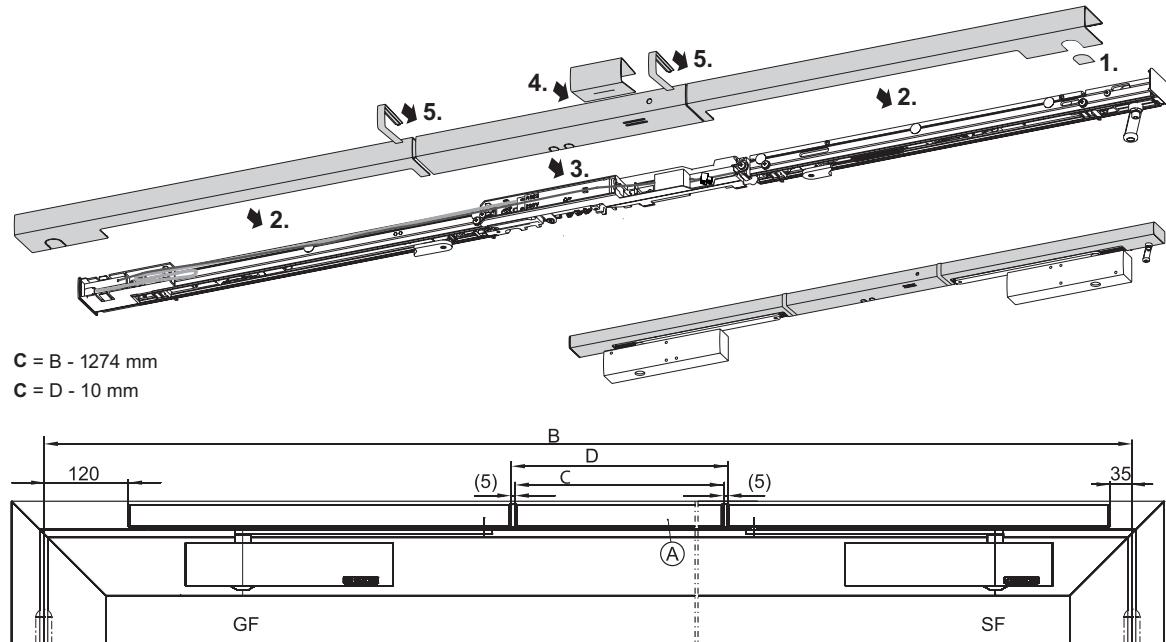

Fig. 6.12.1
- ▶ Raccourcir à la cote „C“ le cache central „A“ pouvant être recoupé à longueur (**Fig. 6.12.1**).